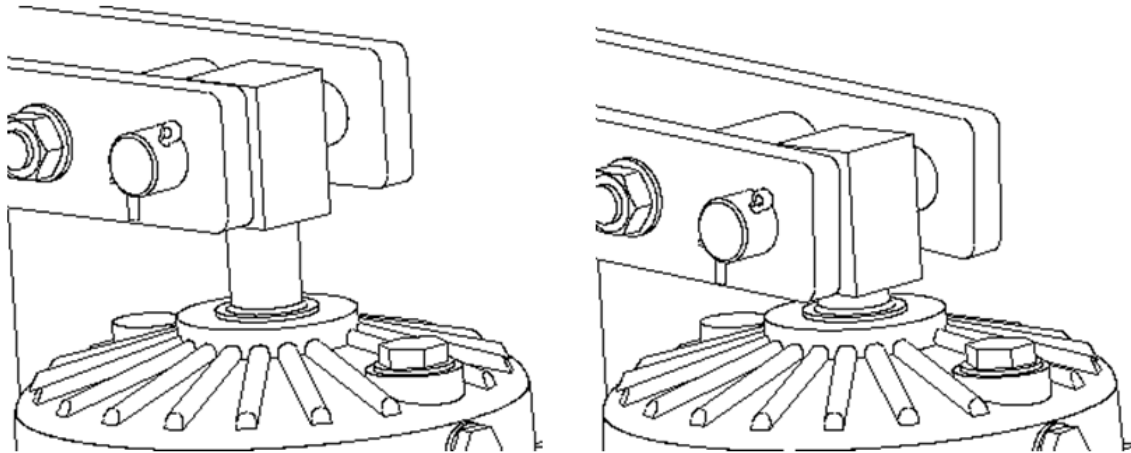

Bild 8.4
Wenn der Stößel wie im Bild 8.4 auf der rechten Seite dargestellt komplett eingefahren ist und der Zylinder sein Hubende erreicht hat ist die Gefahr groß, dass die Bremswirkung entfällt. Der Zustand sollte unbedingt vermieden werden!
- Wenn der Stößel wie im Bild 8.4 auf der rechten Seite dargestellt, komplett eingefahren ist und der Zylinder sein Hubende erreicht hat, ist die Gefahr groß das die komplette Bremswirkung entfällt. Dieser Zustand sollte vermieden werden und vorher eine Nachstellung erfolgen.
Wenn der Stößel wie im Bild 8.4 auf der rechten Seite dargestellt, komplett eingefahren ist und der Zylinder sein Hubende erreicht hat, ist die Gefahr groß, daß die Bremswirkung entfällt. Der Zustand sollte unbedingt vermieden werden und vorher eine Nachstellung erfolgen!